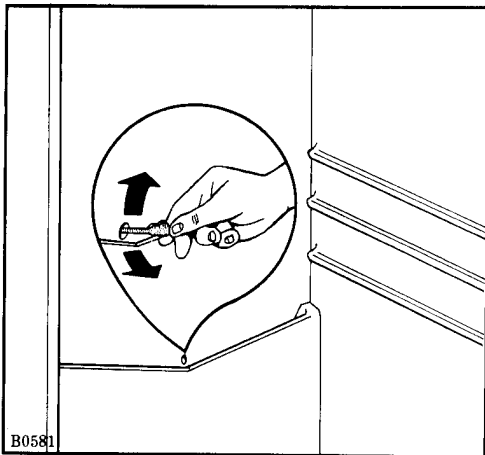

Abb. 13
Die auf der Innenwand des Kühlschranks entstehende Reifschicht taut in bestimmten Zeitabständen automatisch ab. Das Tauwasser tropft dabei in die Tauwasserrinne (Abb. 13), läuft in eine Auffangschale an der Rückseite des Gerätes und verdunstet dort.
**Wir empfehlen, das Ablaufloch für das Tauwasser, das sich in der Mitte der Abtauwasserrinne befindet (Abb. 13) regelmäßig zu reinigen.**